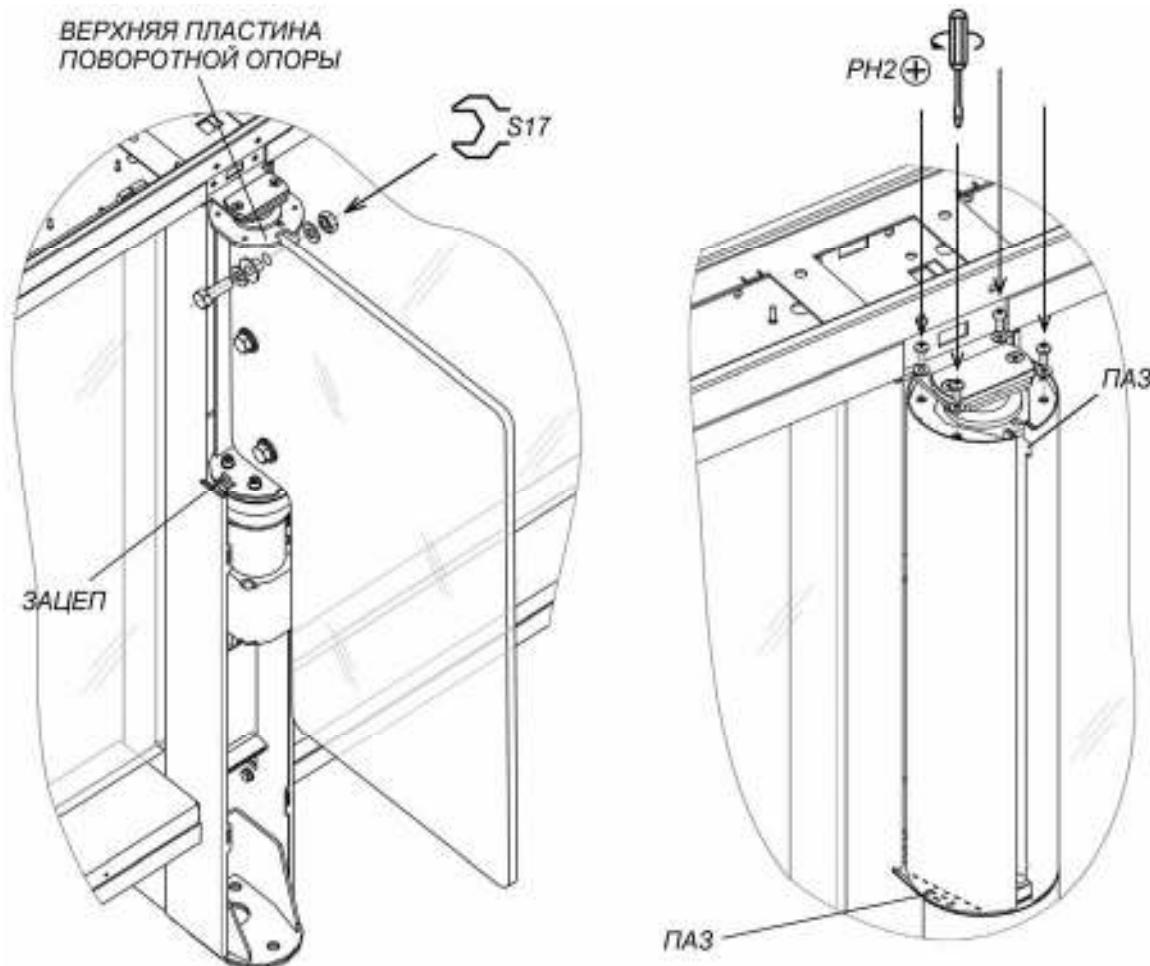

Рисунок 23. Створка и кожух створки
- Проконтролируйте состояние светодиодов на платах ДКЗП, расположенных в верхних (12) и нижних (15) коробах секций *Master* и *Slave* (в нижних коробах необходимо предварительно снять их крышки, см. разд.8.8.8):
- в случае отсутствия связи между платами ДКЗП и платой управления светодиоды на платах ДКЗП будут мигать – необходимо проверить надежность крепления кабелей DC (19) и CAN (20) в клеммных колодках.
- Установите кожухи центральных стоек (5) (разд. 8.8.1).
- Установите кожухи створок (4) (см. рис. 23, разд. 8.8.5) (взять в комплекте принадлежностей).
Снятие или установку створки производите вдвоем. Створка к поворотной опоре крепится в трех местах при помощи болтов M10×30, шайб 10, втулок пластиковых и гаек M10 (см. рис. 23). Используйте рожковые ключи S17.
- Смонтируйте одну из частей кожуха на поворотную опору створки. Для этого оденьте кожух на верхнюю пластину поворотной опоры через пазы в верхней части кожуха, после чего сдвиньте кожух вниз до конца, введя нижний паз кожуха в зацеп, расположенный в нижней части поворотной опоры (см. рис. 23).